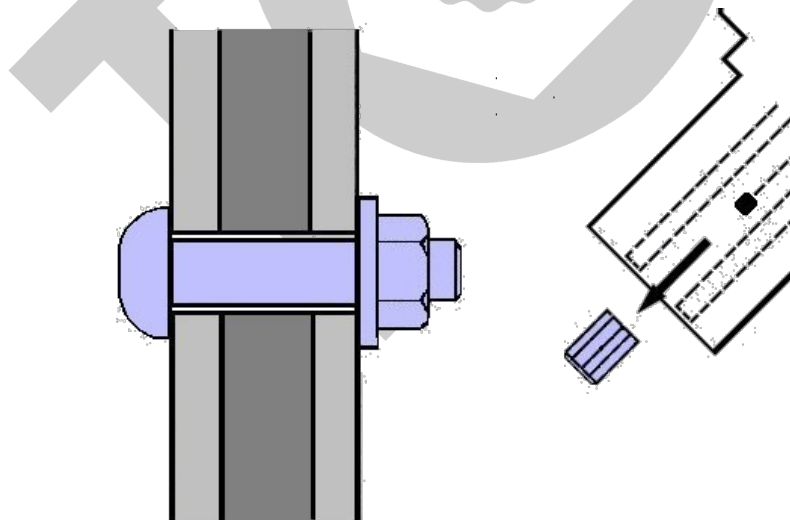

Fig 4.
4. Arrêtez la boulonneuse et retirez la douille extérieure de l'écrou. L'embout cannelé est retenu dans la douille intérieure. La boulonneuse possède une seconde gâchette pour éjecter l'embout cannelé en toute sécurité. (Fig 4). S'assurer que le moteur de la boulonneuse est en repos avant de continuer avec le boulon suivant.